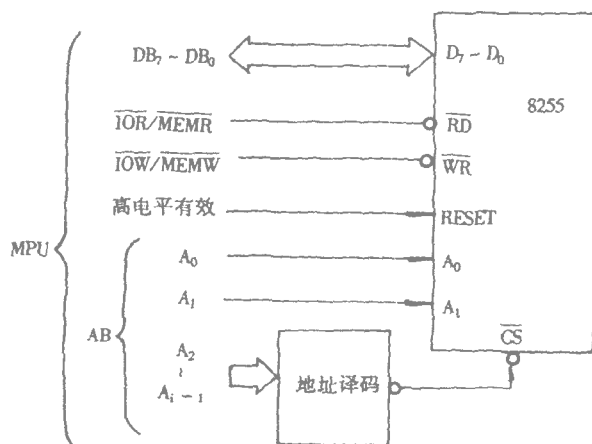

图 9.5 8255 与 MPU 总线的接口方法
9.1 所示, 8255 与微处理机总线的接口方法如图 9.5 所示。需要说明如下三点: